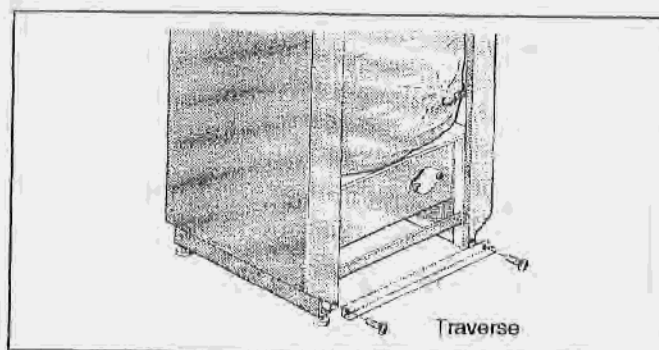

Fig. 13
- Visser la traverse inférieure à gauche et à droite sur les arêtes des parois latérales à l'aide des vis Parker (fig. 13).